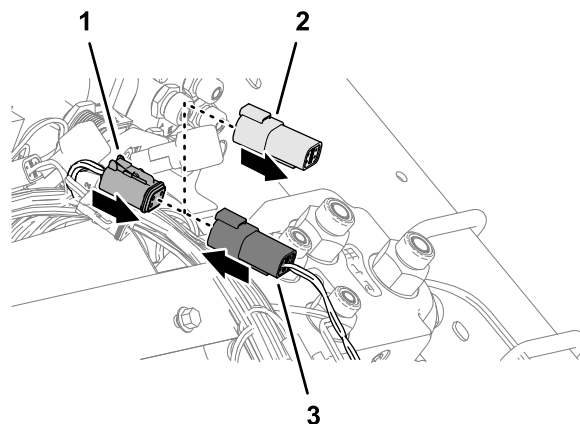

Figura 92
4. Retire el tapón del arnés de cables GeoLink con conector hembra de 4 vías marcado CAN 1 ISOBUS (Figura 92).
5. Enchufe el conector de 4 pines del arnés de cables del kit marcado ISOBUS CONNECTION en el conector hembra de 4 vías marcado CAN 1 ISOBUS (Figura 92).